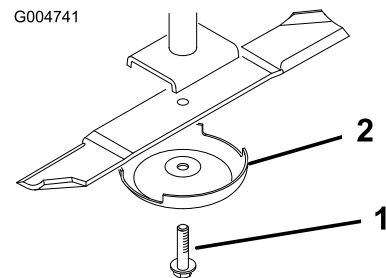

Figura 112
3. Retire del eje de la cuchilla el perno de la cuchilla, el protector de césped y la cuchilla (Figura 112).